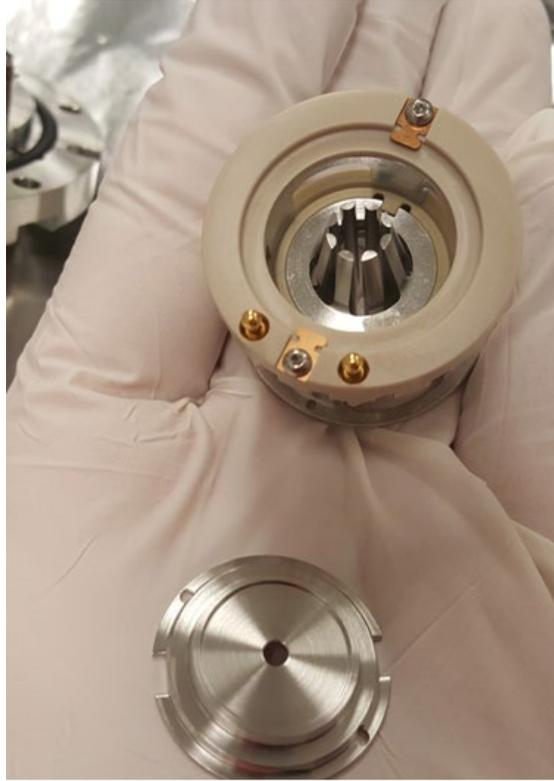

图 114: L0 与组件分离
- 11) 使用工具转动 L0 直到矩形槽与铍铜指对齐。翻转 Q00/L0，L0 即从组件上拆下。见图 114：L0 与组件分离。